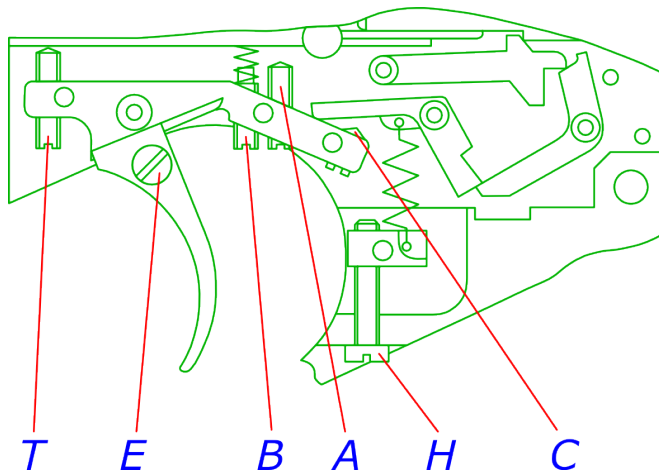

Fig A.4 – Ajustes del Disparador
6.5 Para ajustar la posición del disparador (Fig. A.4), afloje el tornillo del gatillo E, desplace el gatillo por sus guías hasta la posición deseada y apriete de nuevo el tornillo.